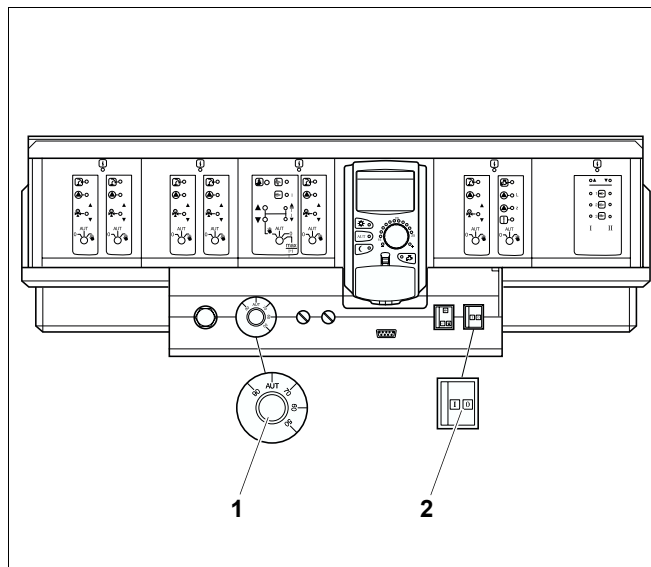

Рис. 7 Система управления Logamatic 4000
- Перевести пусковой выключатель (рис. 7, **поз. 2**) в положение "I" (Вкл).
- Установить регулятор температуры котловой воды (рис. 7, **поз. 1**) на "AUT". При поддержании постоянной температуры установить нужное значение (минимум 65 °C).
- Для подавления помех нужно перевести пусковой выключатель (рис. 7, **поз. 2**) в положение "0" (Выкл).
- Примерно через 3 секунды установить пусковой выключатель (рис. 7, **поз. 2**) в положение "I" (Вкл). Если после многократного переключения пускового выключателя газовая горелка не включается, то (см. главу 11 "Устранение неисправностей", стр. 55).